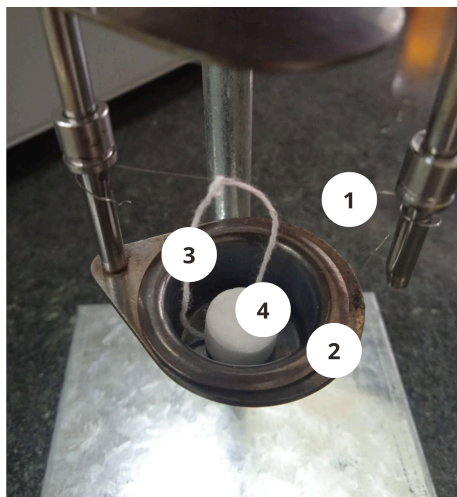

Figura 3. Montaje de la muestra en la bomba
5. Realizar el montaje de la bomba, de acuerdo a la figura 3.